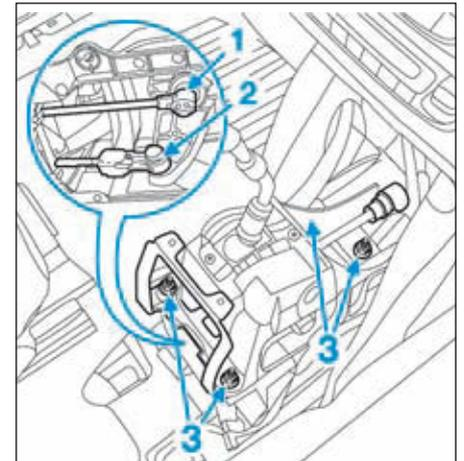

FIG.10
- en agissant sur la rotule (1) à l'aide d'une clé plate (Fig.10),
- en agissant sur la rotule (2) en appuyant sur le bouton.
- Déposer les écrous de fixation (3) du boîtier de commande de vitesses.